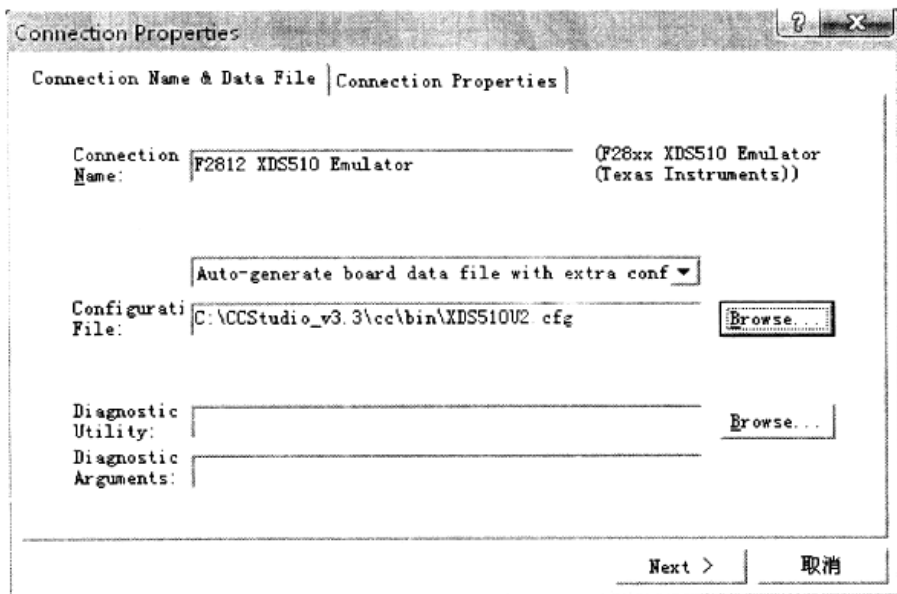

图 1-32 Setup Code Composer Studio v3.3 的配置步骤 5
⑤ 接下来选择 Configuration File,单击 Browse,按照 CCS 的安装路径“\CC\bin\XDS510U2.cfg”来选择 XDS510U2.cfg 文件,单击 Next,如图 1-32 所示。